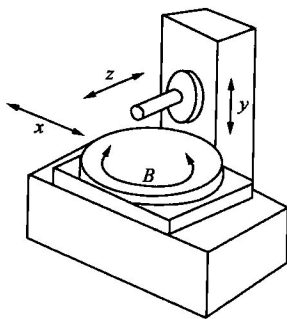

图 1-8 四轴联动的数控机床
⑤ 四轴联动。同时控制 x , y , z 三个直线坐标轴与某一旋转坐标轴联动。如图 1-8 所示的数控机床,同时控制 x , y , z 三个直线坐标轴与一个工作台回转轴联动。